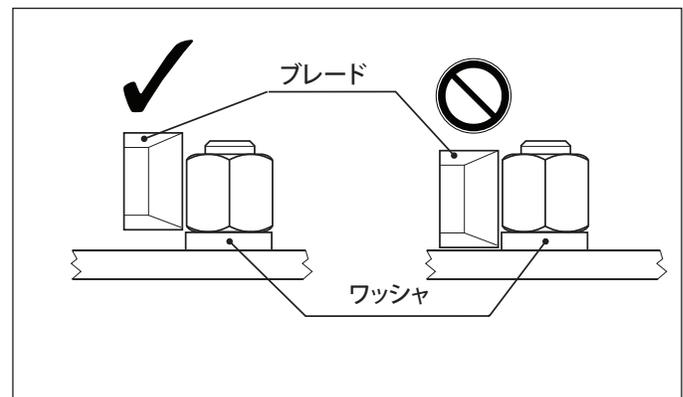

図9、ブレードの位置
7. 切断ヘッドの下側をフランジに密着させ、ブレードがナットのできる限り底部を切断するようにしてください。ただし、ナットの下にワッシャがある場合、切断ブレードがワッシャに接触しないように、ナットスプリッタの位置を合わせてください。図9を参照してください。